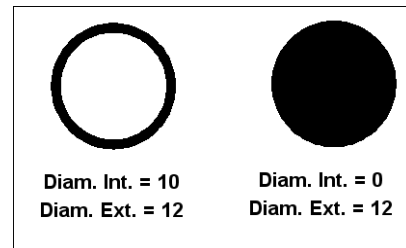

Fig.4.42
- 4] Pointer le(s) centre(s) du ou des anneaux ou appuyer sur Entrée pour quitter la commande (fig.4.42).